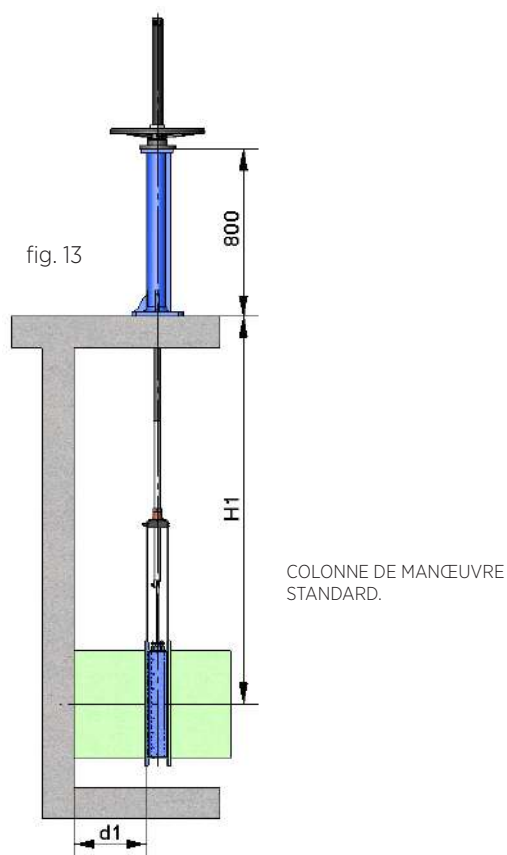

fig. 13
- La colonne de manœuvre standard est de 800 mm de hauteur (fig. 13). D'autres mesures de colonne sur commande.